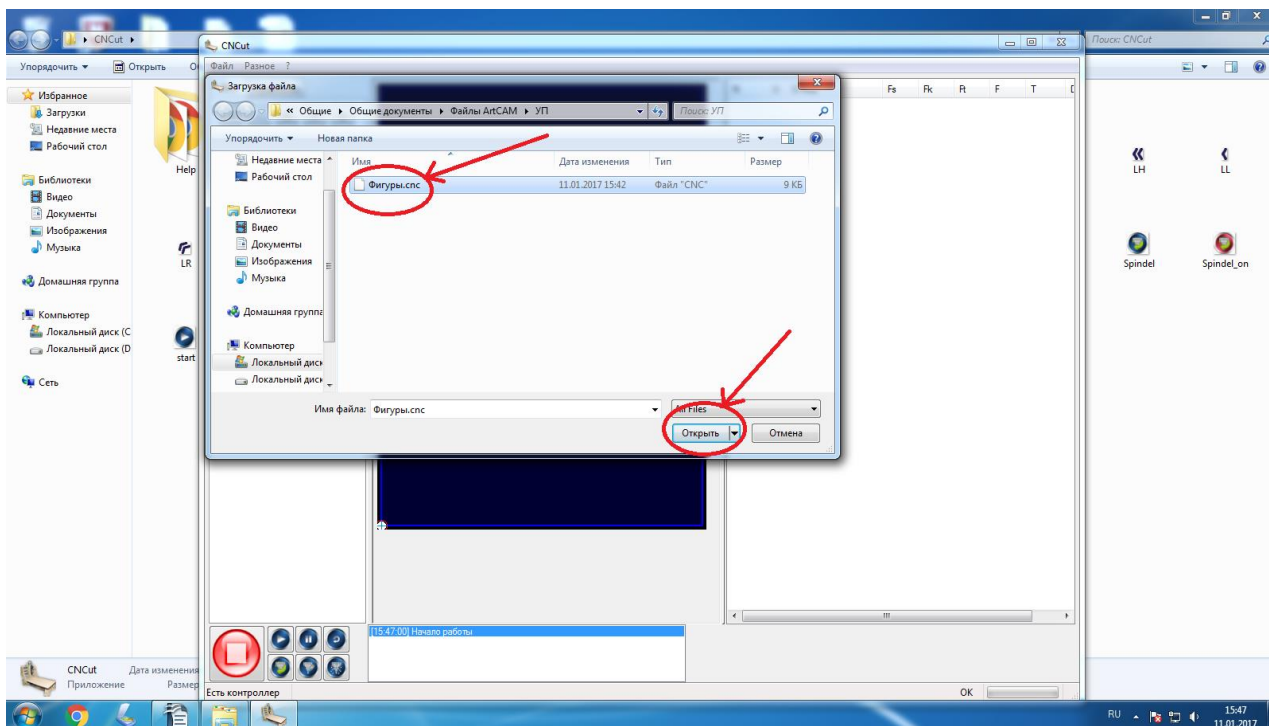

Рисунок 50 Загрузка файла УП.
52. Загрузите файл УП. Откройте CNCut. Нажмите «Файл»>>«Открыть» и загрузите созданный Вами файл, рисунок 50